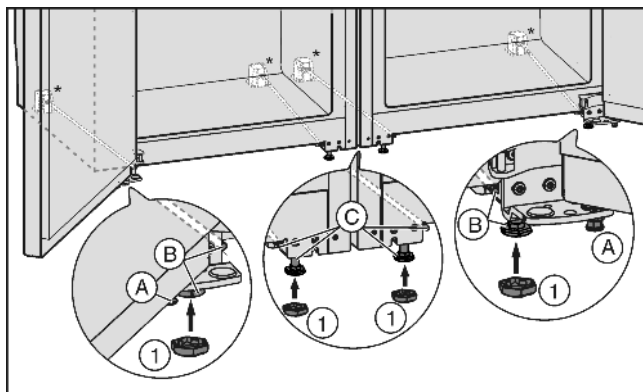

Fig. 4
- Se necessario, avvitare completamente i piedini di regolazione Fig. 4 (A) davanti ai due apparecchi, in modo da evitare alcun contatto con il terreno.
- Infilare i cappucci Fig. 4 (1) sui quattro piedini di regolazione anteriore.
- ▶ Avvitare i piedini di regolazione centrali Fig. 4 (C), per evitare qualsiasi contatto con il terreno.
- ▶ Allineare la combinazione mediante i piedini di regolazione esterni Fig. 4 (B).
- ▶ Abbassare di nuovo i piedini di regolazione centrali Fig. 4 (C) (A), finché non toccano il pavimento.
- ▶ Successivamente fissare la porta: abbassare i piedini di regolazione Fig. 4 (A) nel blocco di supporto, finché poggia sul pavimento, quindi girare ancora di 90°.